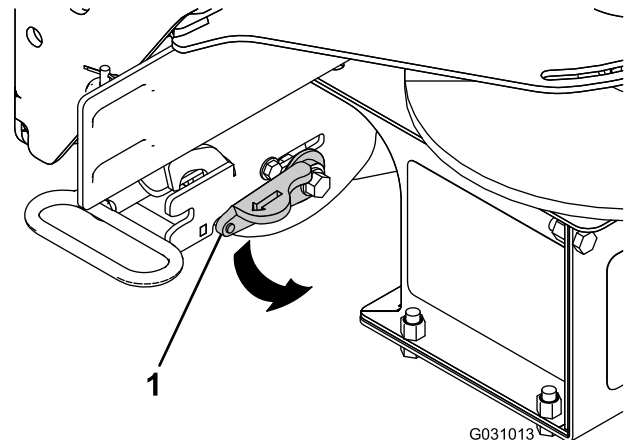

Bild 10
- Drehen Sie den Sicherungshebel an der RT3-Halterung zum Verriegeln in die Position LOCK (Bild 10).